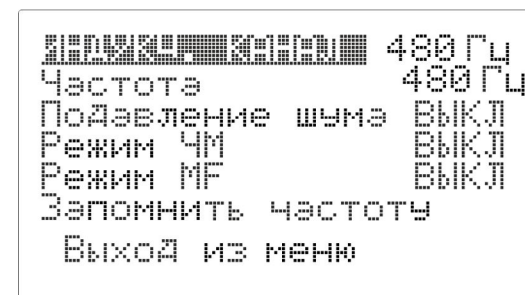

Рисунок 6 – Экран меню
4.6.5. Для задания необходимых параметров каналов «480», «1К», «10К» войти в экран меню (Рис. 6) вращением левого энкодера по часовой стрелке с одновременным нажатием.